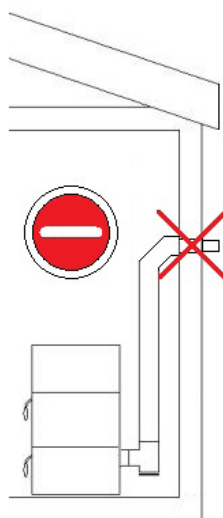

Fig. 8 - Interdiction
- Il est interdit d'évacuer directement les produits de la combustion à l'extérieur et vers des espaces clos même à ciel ouvert (voir **Fig. 8 à page 45**).